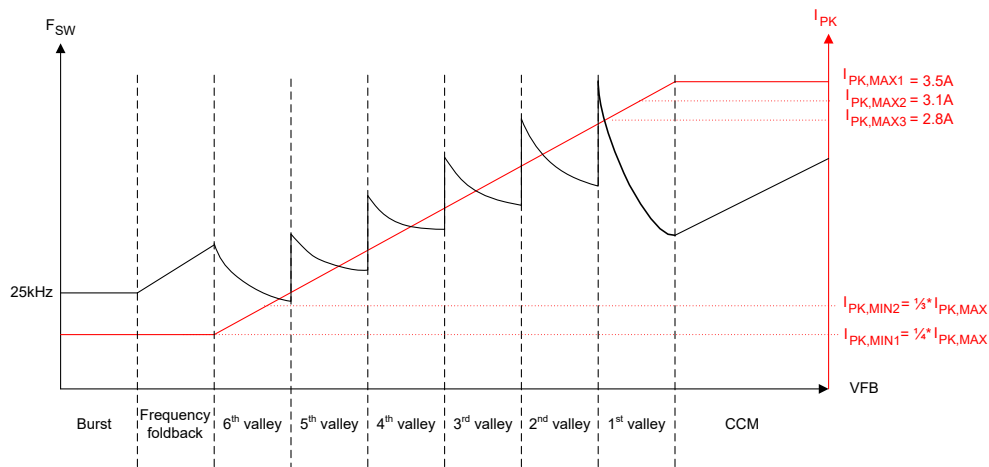
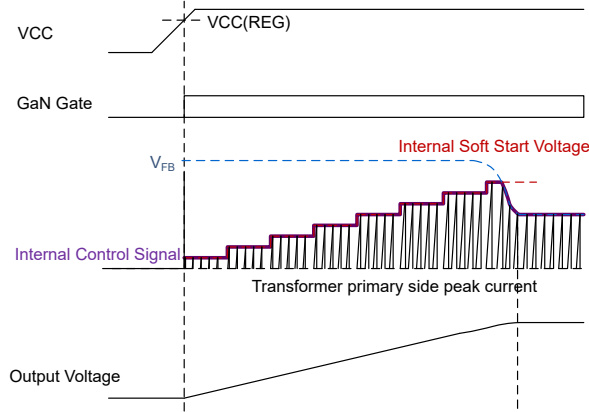

図 7-4. UCG2883x/4x 制御規則
図 7-9. ソフト スタート シーケンス
出力レギュレーションを行うには、フィードバック (FB) ピンをオプトカプラのコレクタに接続します。このピンには、オプトカプラのバイアス用に 60kΩ の内部プルアップ抵抗が備わっています。このピンの瞬間電圧は、図 7-4 の制御規則に基づいて、スイッチング周波数、ピーク電流、動作モード (バースト、フォールドバック、バレー スイッチング、または CCM) を決定し、必要な出力電力を供給します。高周波ノイズ フィルタリングのため、このピンとグランドとの間に 100pF または 220pF のコンデンサを接続します。
したがって、UCG2883x/4x では、各スイッチング サイクルで、ピーク電流スレッシュホールドに達した後に、1 次側 GaN HEMT がオフになり、不連続モード (DCM) 動作中に磁化リングで次のターゲット バレーでオンになります。1 次側ピーク電流とターゲットの瞬時値は、図 7-4 の制御規則に従って帰還 (FB) ピン電圧によって決定されます。FB ピンをオプトカプラコレクタに接続します。負の帰還ループは、出力で特定の  $V_{OUT}$  および  $P_{OUT}$  をサポートするために必要な値に FB ピンの電圧を設定します。後で説明するように、本デバイスはバースト、周波数フォールドバック、バレー スwitching、連続導通モードの 4 つの動作モードのいずれかで動作できます。
図 7-4 に示す制御規則では、UCG2883x/4x は最大ピーク電流  $I_{PK, MAX}$  を選択できる柔軟性を備えており、定格負荷および変圧器サイズでのスイッチング周波数に対して最適化できます。 $I_{PK, MAX}$  の各設定について、最小ピーク電流  $I_{PK, MIN}$  に対して  $1/3$  または  $1/4$  のスケール比を使用できます。この  $I_{PK, MIN}$  値によって、フライバック コンバータが周波数フォールドバックまたはバースト モードで動作しているときの軽負荷条件でのスイッチング周波数および損失が決定されます。 $I_{PK, MAX}$ 、 $I_{PK, MIN}$  のすべての値について、式 1 のとおり、制御規則のピーク電流と帰還電圧の勾配は同じに変わりません。表 7-5 に、表 7-2 のさまざまなピーク電流設定に対する、異なるモード間およびバレー間で遷移するためのスレッシュホールド電圧を示します。
UCG2883x/4x は、スイッチング損失を低減するため、ソフトスイッチングとバレーでの 1 次側 FET ターンオンで動作するように設計されています。コンバータは、ピーク負荷過渡時を除き、バレー スイッチングで動作します。ピーク負荷過渡時には、CCM モード (CFX ピンを使用して有効化されている場合) に制御が移行する場合があります。バレー スイッチングモード中、目標バレーおよびピーク電流スレッシュヨルドは 図 7-4 および 式 1 の制御規則によって制御されます。
図 7-4 に示すように、出力電力が増加して最初のバレー QR 動作の境界に達すると、制御は  $I_{PK}$  を選択された最大値  $I_{PK, MAX}$  にクランプし、CCM モードで 2 次側導通時間  $T_{OFF}$  の減少を開始します。この  $T_{OFF}$  時間の減少は、FB ピンの電圧が QR モードのオフ時間の 30% まで上昇することに比例して、QR モードの出力電力供給能力の最大 1.7 倍に達します。CCM モードで周波数クランプに達しないようにし、出力電圧リップルを増加させる可能性のあるサブハーモニック振動を回避するため、アプリケーション要件に応じて、一次側励磁インダクタンス  $L_M$  を十分に大きい値を使用します。CCM モードでは、ピーク電力能力を最大化するため、スイッチング周波数クランプのクランプ周波数が 2 倍になります。長時間の出力電力過渡については、コンバータは 10ms の CCM タイマが満了した後、QR モード動作の 4 スwitching サイクルにわたって最初のバレー QR モードに戻り、CCM 動作を再開します。電力が低下して CCM 動作が不要になるまで、この動作は 10ms ごとに繰り返されます。表 7-4 の値に応じて、CFX ピンと GND の間に抵抗を接続して CCM モード動作を有効化または無効化できる柔軟性があります。
フライバック コンバータがオンになると、0V の出力電圧で起動します。低電圧によって、フィードバック電圧 FB が最大値にクランプされ、過負荷保護がトリガされる可能性があります。クランプを防ぐため、UCG2883x/4x はソフト スタート モードで起動します。図 7-9 に示されているように、この期間中、内部 FB 電圧ランプは、4ms で 0V から最大値まで 8 ステップ増加します。内部 FB ランプの最大値は、 $I_{PK, MAX}$  の 80% に相当する値であり、IPS ピンのさまざまな抵抗設定に対して変化します。ソフト スタート中は、この内部ランプ電圧のうち小さい方と実際の FB ピン電圧を使用して、図 7-4 の制御規則でデバイスの動作点を決定します。4ms の終わりに内部 FB ランプ電圧が最大値に達すると、出力レギュレーション用に制御が FB ピン電圧に転送されます。ソフト スタートシーケンスは、起動時、またはフォルト (自動再試行またはラッチ) およびブラウンアウト状態から回復するたびに実行されます。最小周波数クランプは、ソフト スタート時にのみ 10kHz に変更されます (その他の場合は、通常動作中 25kHz)。10kHz の最小周波数クランプは、起動時にバレーが欠落しており、制御法則により、出力コンデンサを充電するために、最後のターンオン エッジから 100 $\mu$ s ごとに 1 次側 GaN HEMT のターンオンが強制される場合に役立ちます。